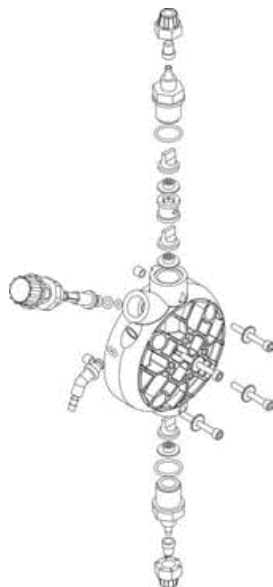

Fig. 10
- 3) **Éliminer le liquide à l'intérieur de la tête de la pompe, notamment en la démontant (retirer les 4 vis) (fig. 10). Puis remonter la tête.**
- 3) Eliminer le liquide à l'intérieur de la tête de la pompe, notamment en la démontant (retirer les 4 vis) (fig. 10).
Pour effectuer cette opération, si l'appareil n'est pas fixé à l'installation, le faire pulser la pompe pendant quelques secondes (15/30) en la tenant la tête en bas et sans les tubes reliés aux raccords, si ce n'est pas possible, démonter et remonter la tête de la pompe (fig. 10), par les quatre vis de fixation.